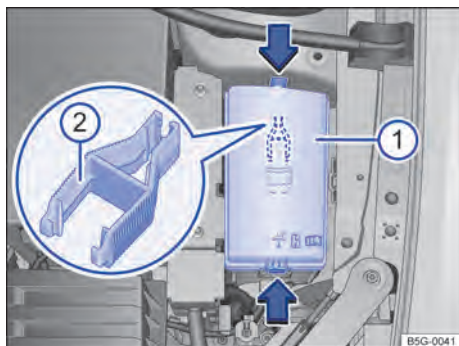

Fig. 203 No compartimento do motor: cobertura  da caixa de fusíveis com pinça de plástico .
- Pressionar os botões de travamento no sentido da seta para destravar a cobertura da caixa de fusíveis → Fig. 203 .
No lado interno da cobertura da caixa de fusíveis no compartimento do motor pode haver uma pinça de plástico → Fig. 203  para a retirada dos fusíveis.